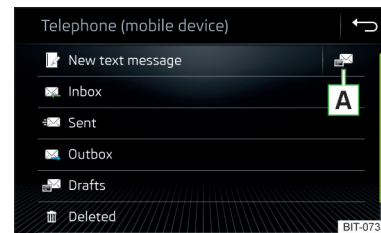

Abb. 194
- › Im Hauptmenü *Telefon* die Funktionsfläche  antippen, es wird das Hauptmenü für Textmitteilungen angezeigt » Abb. 194.
- » **Abb. 194 auf Seite 171.**